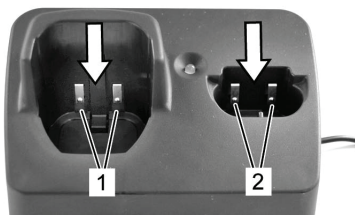

Fig. 22
För att uppnå ett bra klippresultat och för att öka klipprens och klipp huvudets livslängd måste du lägga på en tunn oljefilm mellan över- och underskåret (Fig. 22).
- ▶ Smörj skären tillräckligt mycket under klippningen (minst var femtonde minut), så att de inte torkar (Fig. 22).